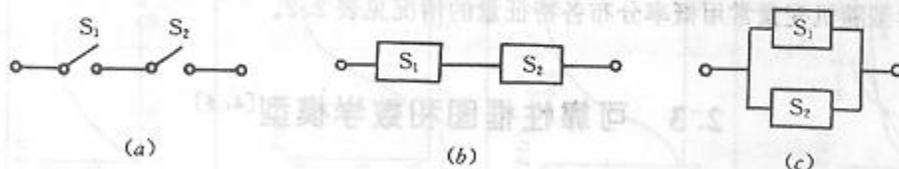

图 2.4 串联开关及其可靠性框图
② 在建立可靠性框图时要注意其所完成的功能。如电路中常串有一些开关，它在电路中往往有不同的用途。若其功能是接通电路，则需两个开关都完好（要接通时能接通），电路才能接通，其功能关系为串联（图 2.4 中 (b)）。若其功能关系是为了防止电路切不断，则只要一个开关完好（要断开时能断开），电路就能切断，其功能关系为并联。